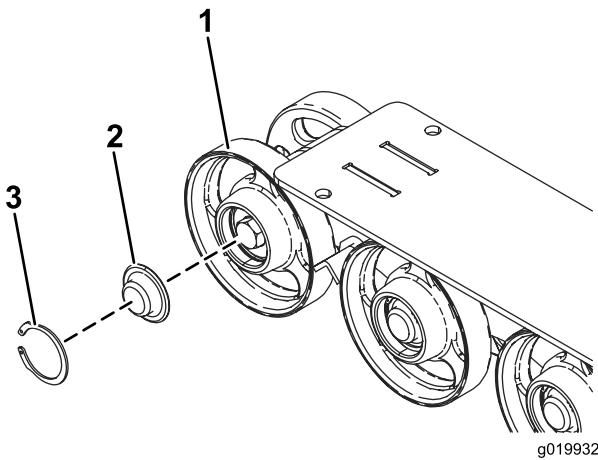

Bild 51
3. Nehmen Sie den Sprengring und die Kappe vom Straßenrad ab (Bild 51).
4. Prüfen Sie das Schmiermittel unter der Kappe und um die Dichtung (Bild 51). Wenn es schmutzig, körnig oder verbraucht ist, entfernen Sie das gesamte Schmiermittel, wechseln Sie die Dichtung aus und fügen Sie neues Schmiermittel hinzu.
6. Setzen Sie die eingefettete Straßenradkappe auf den Schraubenkopf (Bild 51).
7. Befestigen Sie die Straßenradkappe mit dem Sprengring (Bild 51).